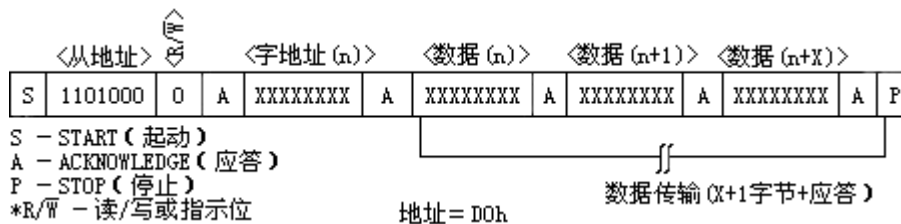

图 6 数据写—从器件接收模式
1、从接收器模式（写 **DS1307** 模式）器件通过 SDA 和 SCL 接收串行数据和时钟。在接收到每一个字节后，就发送一个应答位，而 START 和 STOP 为串行传递的始末端。在接收到从地址和方向位（见图6）后，硬件自动执行地址识别。在主器件产生起动（START）条件后，**DS1307** 接收到的第一个字节是地址字节，此地址字节包含有 7 位的 **DS1307** 地址：1101000，跟随在指示位（R/~W）之后（此时为写操作，该位为 0）在收到并译出地址信息后，器件就在 SDA 线上输出应答位。在 **DS1307** 识别从地址+写入位后，主器件将发送一个寄存器地址到 **DS1307**，以此在 **DS1307** 上设置寄存器指针，之后，主器件将开始发送数据字节（**DS1307** 在接受完每个字节之后都将返回一个应答位），所有数据字节传输完成后，主器件将产生一个停止（STOP）条件来中断数据的写入。